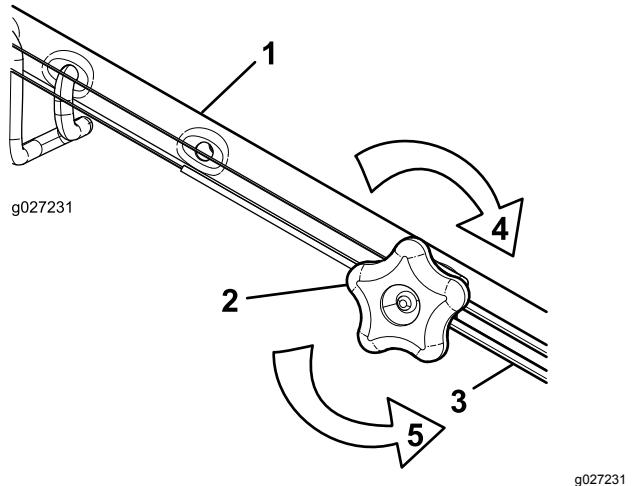

Bild 33
1. Drehen Sie das Handrad nach links, um die Zugeinstellung zu lösen (Bild 33).
2. Stellen Sie die Spannung des Zugs (Bild 33) ein, indem Sie ihn zurückziehen oder nach vorne drücken und dann in dieser Stellung arretieren.